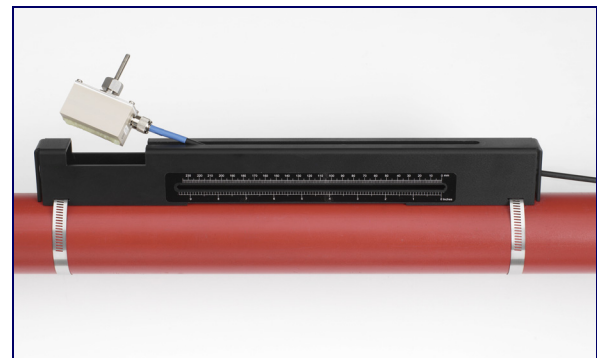

Figure 2.9
3. Faire passer le câble du transducteur en aval (bleu) à travers la plaque située à l'extrémité droite du rail de guidage et à travers l'ouverture rectangulaire supérieure gauche du rail de guidage, (voir Figure 2.9).